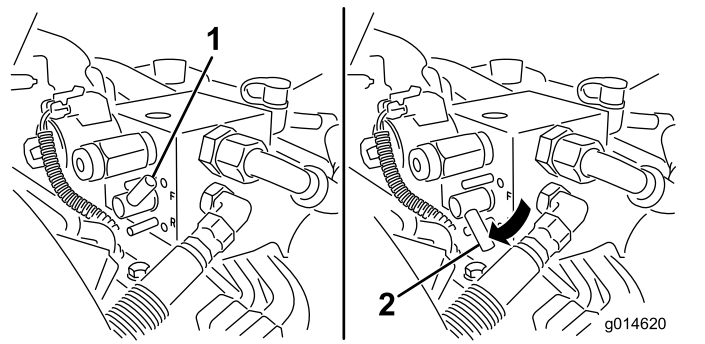

Figure 53
- Tournez le levier de rodage à la position de rotation ARRIÈRE (R) (Figure 53).